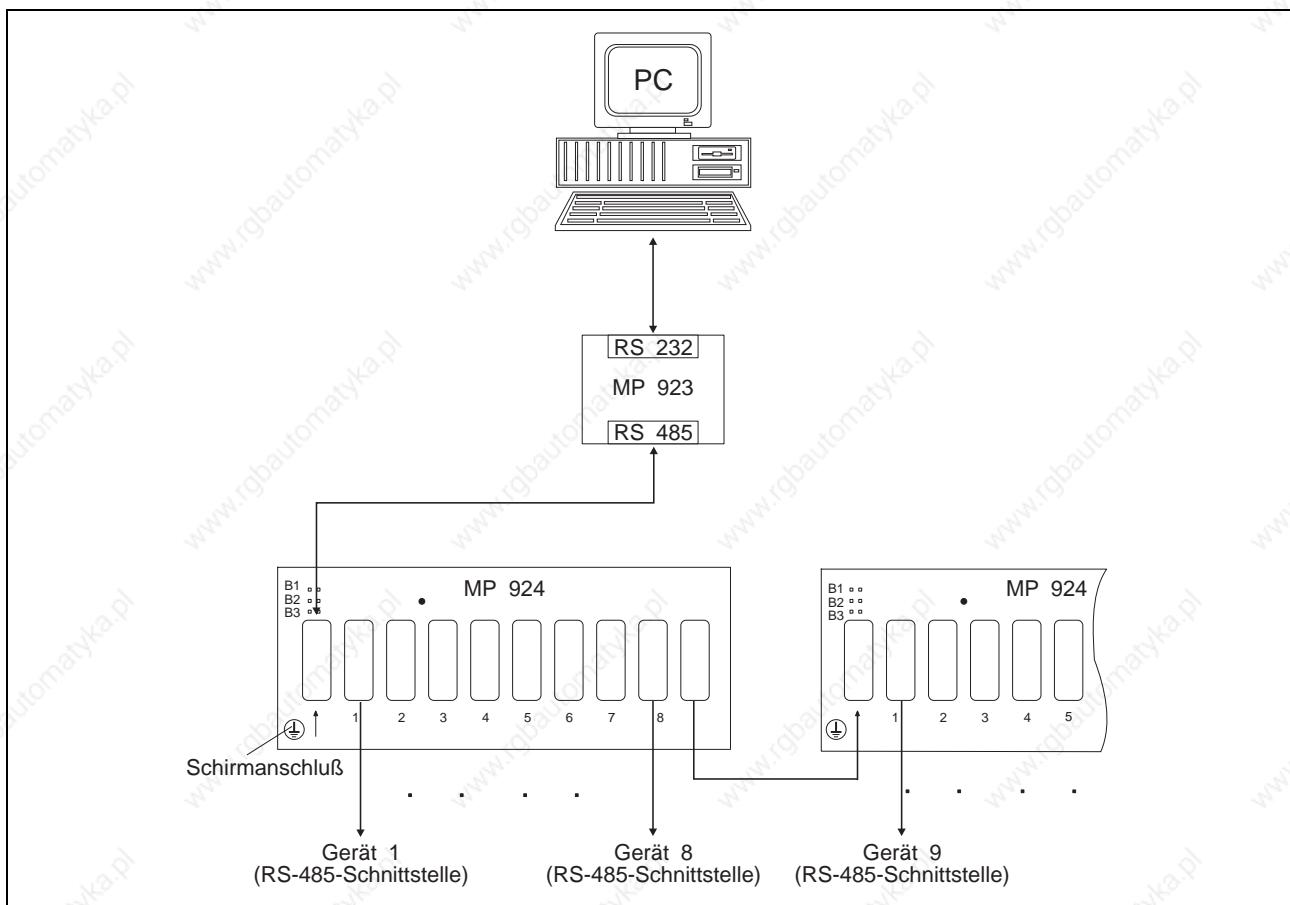

Bild 6-7 Verkabelung
1. Schnittstellenverteiler MP 924 gemäß Bild 6-7 verkabeln. Zur Schnittstellenumsetzung RS 232 ↔ RS 485 (RS 422) den Schnittstellenumsitzer MP 923 verwenden (siehe Kapitel 6.2.3).
2. Werden mehrere Schnittstellenverteiler MP 924 verwendet, diese gemäß Bild 6-7 zusammenschalten.